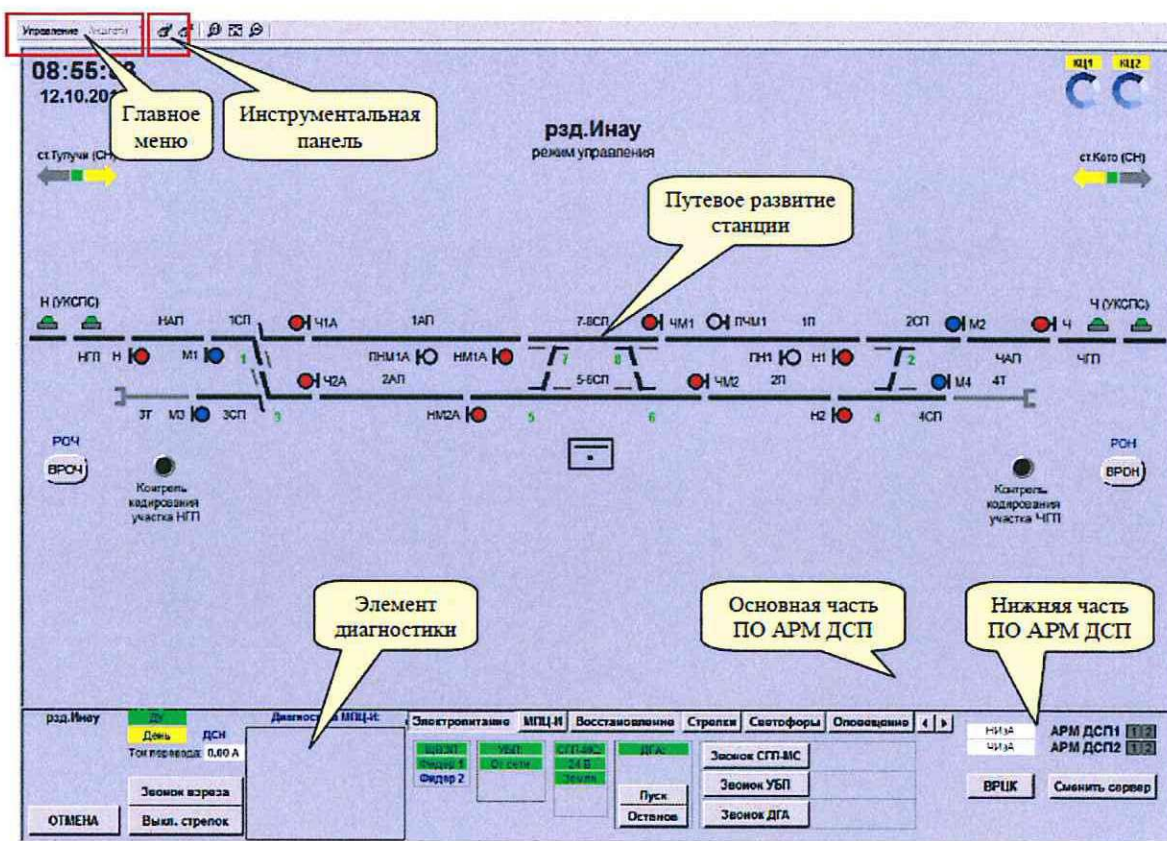

Рисунок 3. Вид АРМ ДСП.
7.1.4 ДСП работает на резервном АРМ ДСП в течение 10-20 минут (Рисунок 3).